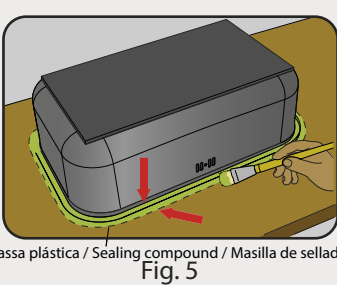

Fig. 5
Em seguida a massa plástica é espalhada ao redor da cuba (fig. 5), lembrando que uma boa fixação é dada pela espessura de massa e não pela largura da mesma. O tempo de cura da massa plástica também é de 24 horas.
*Then spread the sealing compound all around the bowl (fig. 5). Remember that a good setting is given by the sealing thickness not by its width. It is necessary 24 hours to well fix the sealing.
En seguida se desparrama la masilla de sellado alrededor de la cubeta (fig. 5), recordándose que lo que determina una buena fijación es el espesor de la masilla y no su ancho. El tiempo para una buena fijación del adhesivo es 24 horas.*
Coloque a cuba cuidadosamente na posição onde será fixada (fig. 5).
*Then carefully place the bowl in its final position (fig. 5).
Enseguida se coloca la cubeta cuidadosamente en la posición en la que se vaya a fijar (fig. 5).*